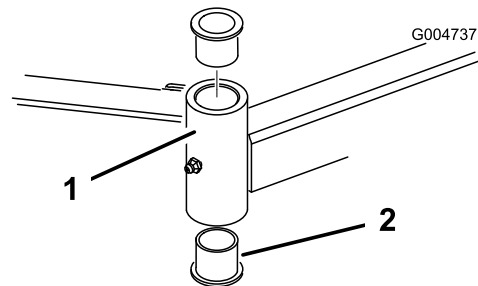

Bild 23
4. Stecken Sie einen Dorn oben oder unten in das Befestigungsrohr und treiben die Büchsen heraus (Bild 23).